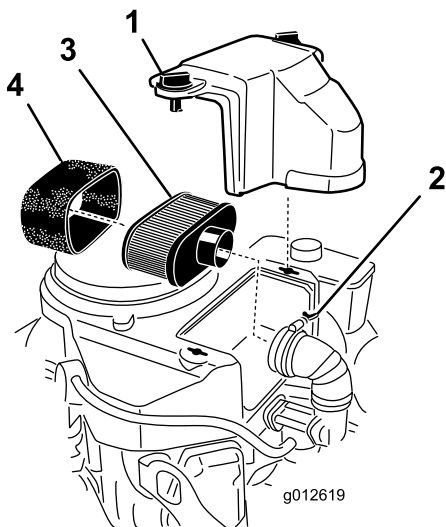

図 30
重要 ペーパーエレメントは洗わず、交換してください 図 30。
1. ペーパーエレメントに、注意深くスポンジエレメントを取り付ける 図 30。
2. エアクリーナアセンブリをベースに取り付けて蝶ナット2個で固定する 図 30。
3. エアクリーナのカバーを取り付け、ノブを締め付けて固定する 図 30。